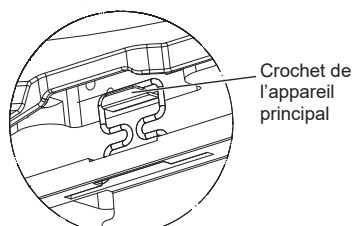

Fig. 6-6
- Après avoir serré la vis, vérifiez que les deux crochets de la grille (Fig. 6-6) sont en prise avec les crochets de l'appareil principal.